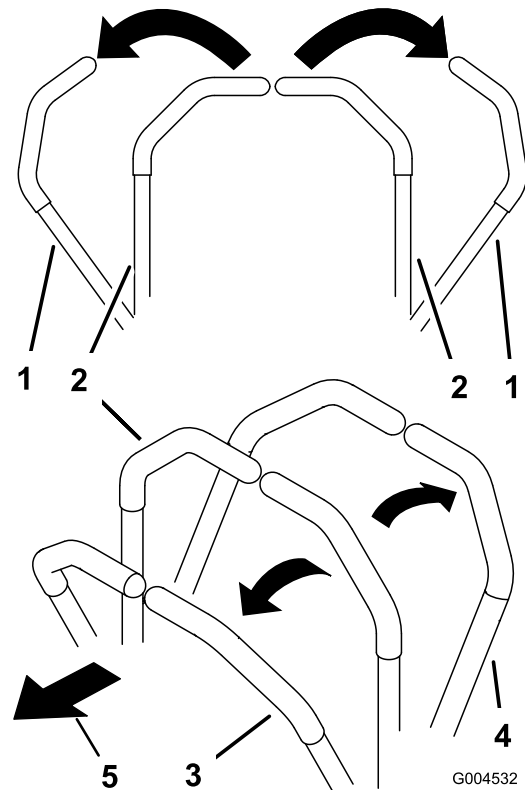

Figure 17
2. Pour vous déplacer en marche avant, poussez doucement les leviers de commande de déplacement vers l'avant (Figure 17).